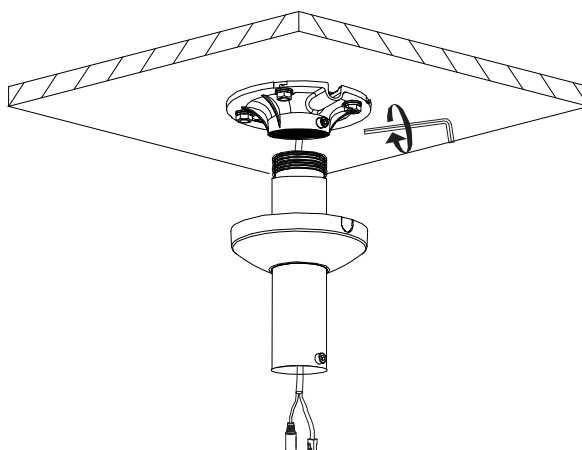

Рисунок 5.4 – Монтаж
6. С помощью винта M6×8 из комплекта поставки кронштейна зафиксируйте монтажное основание и адаптер-удлинитель (Рисунок 5.4).